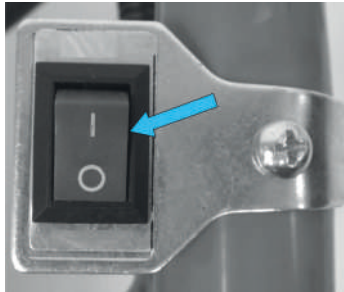

Рис. 8
2. На ручке управления установите выключатель зажигания в положение «I» (Рис. 8).